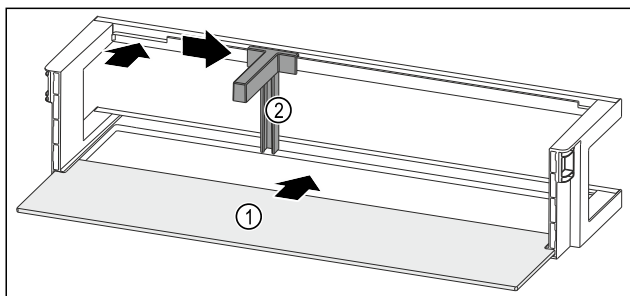

Fig. 94 Рафт на врата с рафт
- Вкарайте рафта Fig. 94 (1) в страничните прорези.
- Поставете преградата за бутилки Fig. 94 (2) в прореза.
- Плъзнете преградата за бутилки Fig. 94 (2) настрани до желаната позиция.